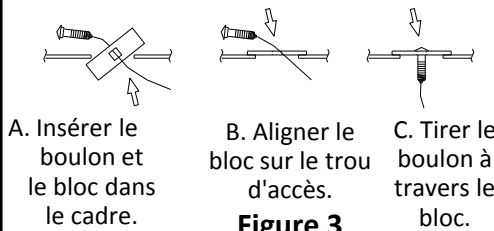
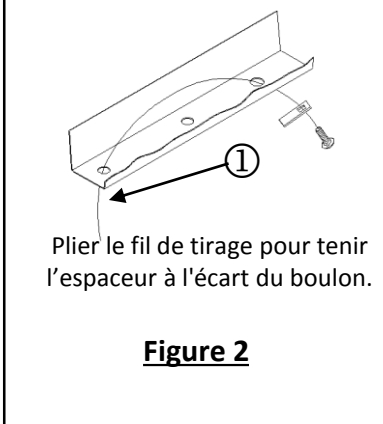

Figure 3
Figure 2
- 1. Abaisser le silencieux** – À l'aide d'une pince pour échappement, abaisser le silencieux en enlevant les quatre (4) supports en caoutchouc les plus à l'arrière. Il y a deux (2) supports du côté gauche de l'échappement, un (1) du côté droit de l'échappement et un (1) au milieu du véhicule. Nota : La vaporisation d'un lubrifiant sur les supports en caoutchouc facilite leur dégagement des tiges métalliques. NOTA : Veiller à supporter l'échappement avant d'enlever les supports en caoutchouc.
- 2. Retirer les bouchons en caoutchouc** - À l'aide d'un tournevis à lame plate, retirer deux (2) bouchons en caoutchouc, à l'avant et l'arrière, des trous dans le bas du cadre de chaque côté du véhicule, et les remettre au propriétaire. À l'aide d'un couteau utilitaire, enlever le surplus de calfeutrage près du trou d'accès. Nota : Resceller si le joint est exposé.
- 3. Poser la visserie** – Acheminer l'extrémité spiralée du fil de tirage à travers le trou de fixation le plus à l'arrière, puis la faire sortir par le trou d'accès et de fixation le plus à l'avant dans le bas de cadre. Attacher le boulon de carrosserie 7/16 po et le bloc espaceur de 1/10 po d'épaisseur (art. 4) avec le fil de tirage et tirer cette visserie en position, des deux côtés. Voir la figure 2. À l'aide du fil de tirage fourni, exécuter la méthode du fil de tirage inversé comme indiqué à la figure 3.
- 5. Installer l'attelage** – Soulever l'attelage en position, en veillant à ne pas repousser la visserie à l'intérieur du châssis. Installer sans trop serrer les rondelles coniques (art. 2) et les écrous hexagonaux (art. 3) sur les boulons de carrosserie, huit (4) endroits.
2. Retirer les bouchons en caoutchouc - A l'aide d'un tournevis à lame plate, retirer deux (2) bouchons en caoutchouc, à l'avant et l'arrière, des trous dans le bas du cadre de chaque côté du véhicule, et les remettre au propriétaire. A l'aide d'un couteau utilitaire, enlever le surplus de calfeutrage près du trou d'accès. Nota : Resceller si le joint est exposé.
3. Poser la visserie – Acheminer l'extrémité spiralée du fil de tirage à travers le trou de fixation le plus à l'arrière, puis la faire sortir par le trou d'accès et de fixation le plus à l'avant dans le bas de cadre. Attacher le boulon de carrosserie 7/16 po et le bloc espaceur de 1/10 po d'épaisseur (art. 4) avec le fil de tirage et tirer cette visserie en position, des deux côtés. Voir la figure 2. À l'aide du fil de tirage fourni, exécuter la méthode du fil de tirage inversé comme indiqué à la figure 3.